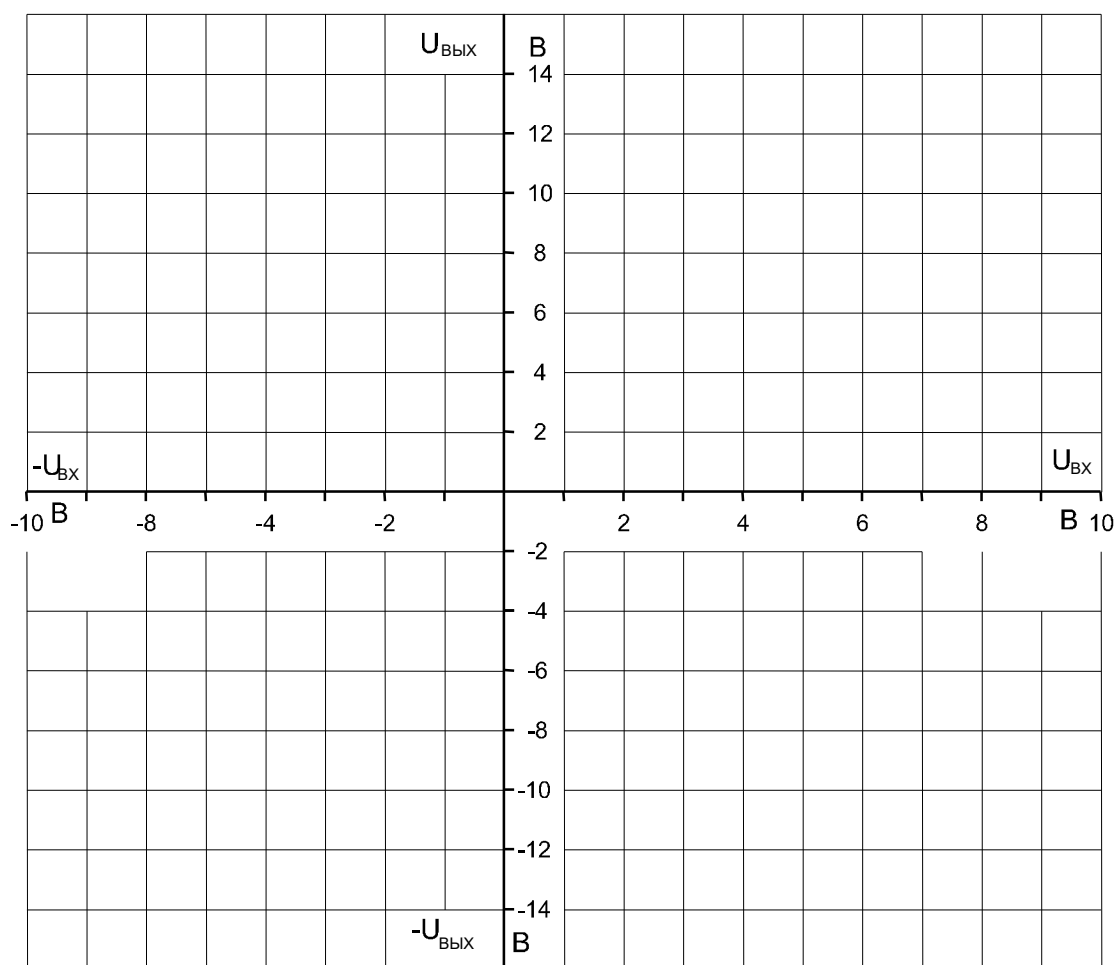

Рис. 8.1.3
- Занесите результаты измерений в табл. 8.1.1. На графике (рис. 8.1.3) постройте кривые зависимостей выходного напряжения $U_{ВЫХ}$ от входного $U_{ВХ}$ при различных сопротивлениях отрицательной обратной связи $R_{ОС}$.